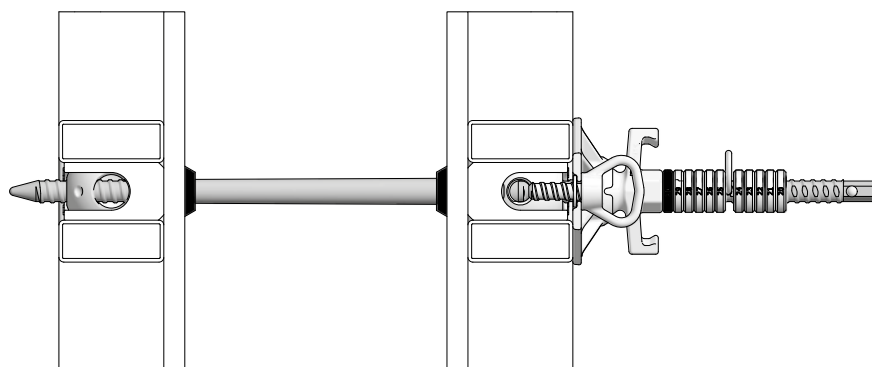

Fig. 16.2
- Ancrage unilatéral avec tige conique XT 20 (Fig. 16.2) ou 23 sans entretoise